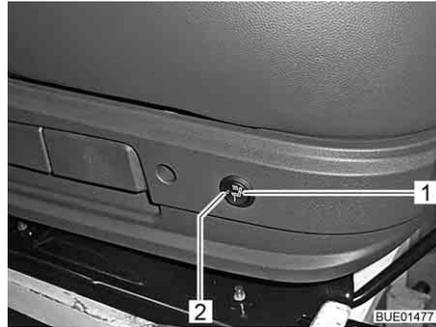

Bild 14 Schalter für Sitzheizung
- Schalter (Bild 14,1) hinten an der linken Seite der Sitzkonsole drücken.
- Wenn die Sitzheizung arbeitet, leuchtet die LED (Bild 14,2).
- Schalter (Bild 14,1) in Mittelstellung schalten. Die LED erlischt.